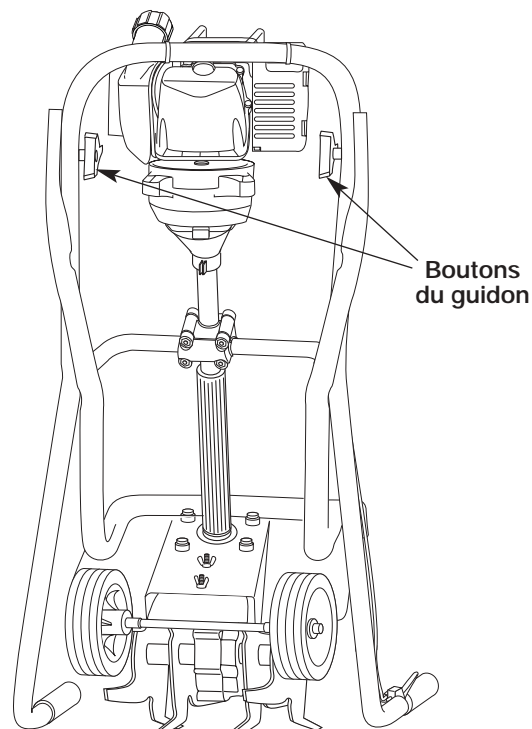

Fig. 35
6. Pour prendre moins de place de stockage, desserrez les boutons du guidon et pliez celui-ci (Fig. 35). L'appareil est alors prêt pour l'entreposage.
3. Pliez les poignées comme indiqué (Fig. 35).